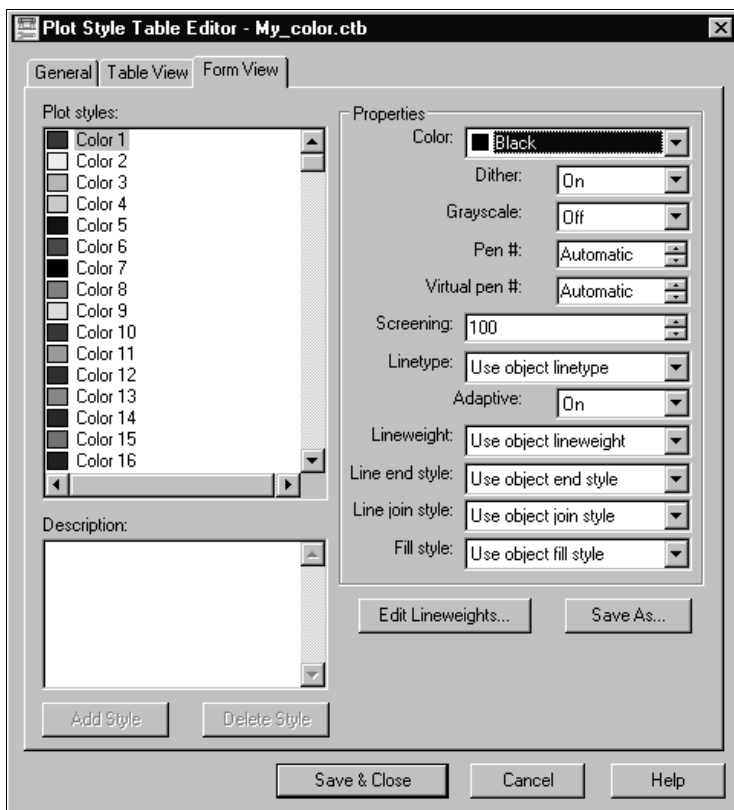
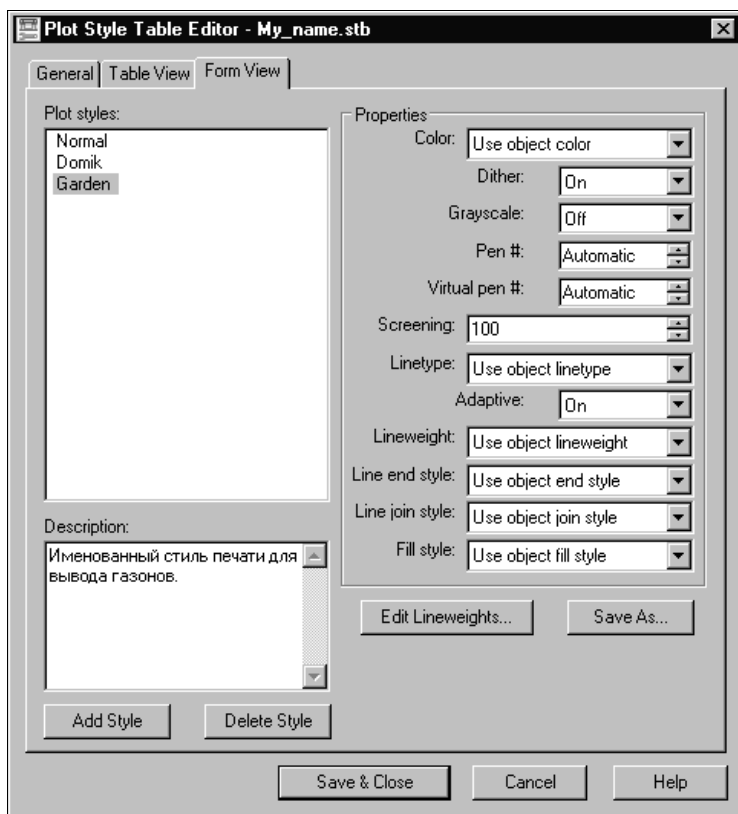

Рис. 23.25. Диалоговое окно редактора цветозависимых стилей печати
Рис. 23.26. Диалоговое окно редактора именованных стилей печати
8. На странице **Finish** (Конец) Мастера подготовки стилей печати щелкните мышью на кнопке **Plot Style Table Editor** (Редактор таблиц стилей печати) для задания параметров новой таблицы стилей печати в редакторе стилей печати. Появится диалоговое окно редактора с установки параметров, предлагаемыми по умолчанию. Для цветозависимого типа стилей печати (рис. 23.25) и именованного (рис. 23.26) эти окна несколько различаются, но содержат одинаковый перечень параметров.